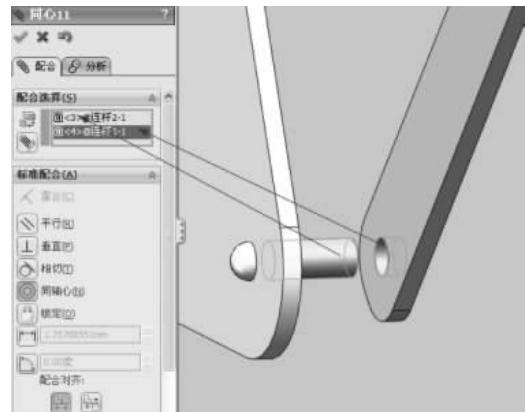

图 3-92 同轴心配合
(6) 继续进行同轴心配合操作，在【配合选择】选项组下的选择框中选择连杆 2 右下方的凸台外圆面和连杆 1 圆孔，如图 3-92 所示。